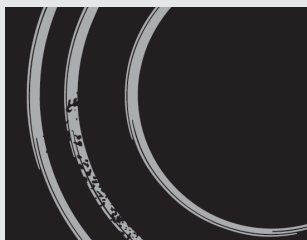

рис. 5
**Сахар и сладкие блюда** могут сильно повредить стеклокерамическую поверхность (рис. 5), поэтому во избежание повреждения поверхности немедленно удаляйте их с помощью скребка, даже если варочная поверхность еще не остыла (рис. 4).